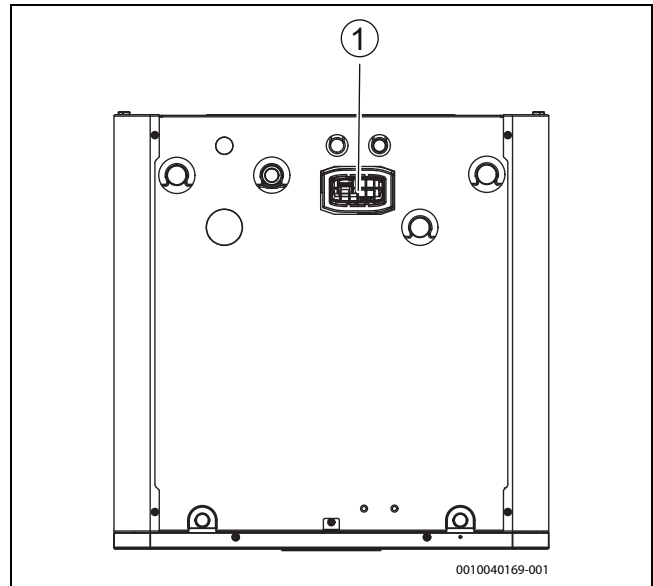

Bild 14 Halter für Funkmodul MX300
- ▶ Modul in den Halter einsetzen (→ [1], Abbildung 14). Wenn das Modul richtig eingesetzt wurde, blinkt eine LED.